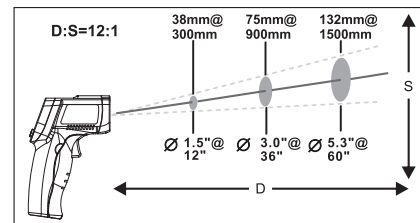

图1
1. 使用本机测量温度时,要注意考虑距离与测量区域大小之间的比率(简称物距比)。当本机与被测物体的距离增大时,测量区域也会相应增大。本测温仪物距比为12:1(如图1)